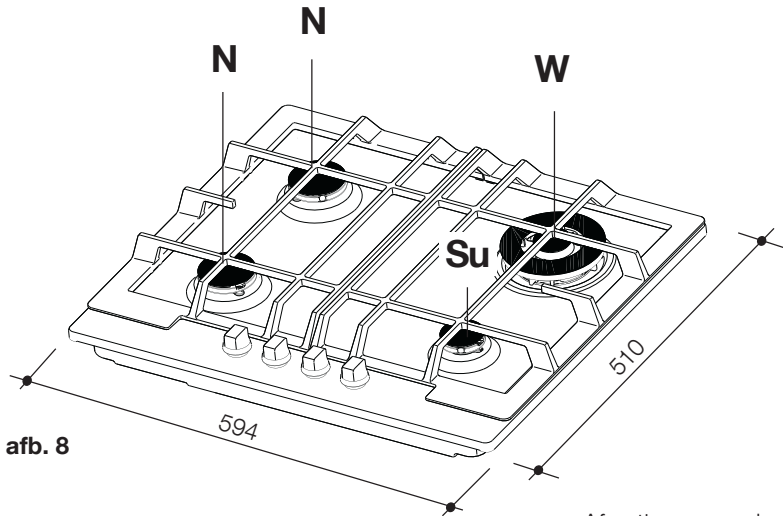

afb. 7
- Regel de bypass vijs met een dunne schroevendraaier (afb. 7).